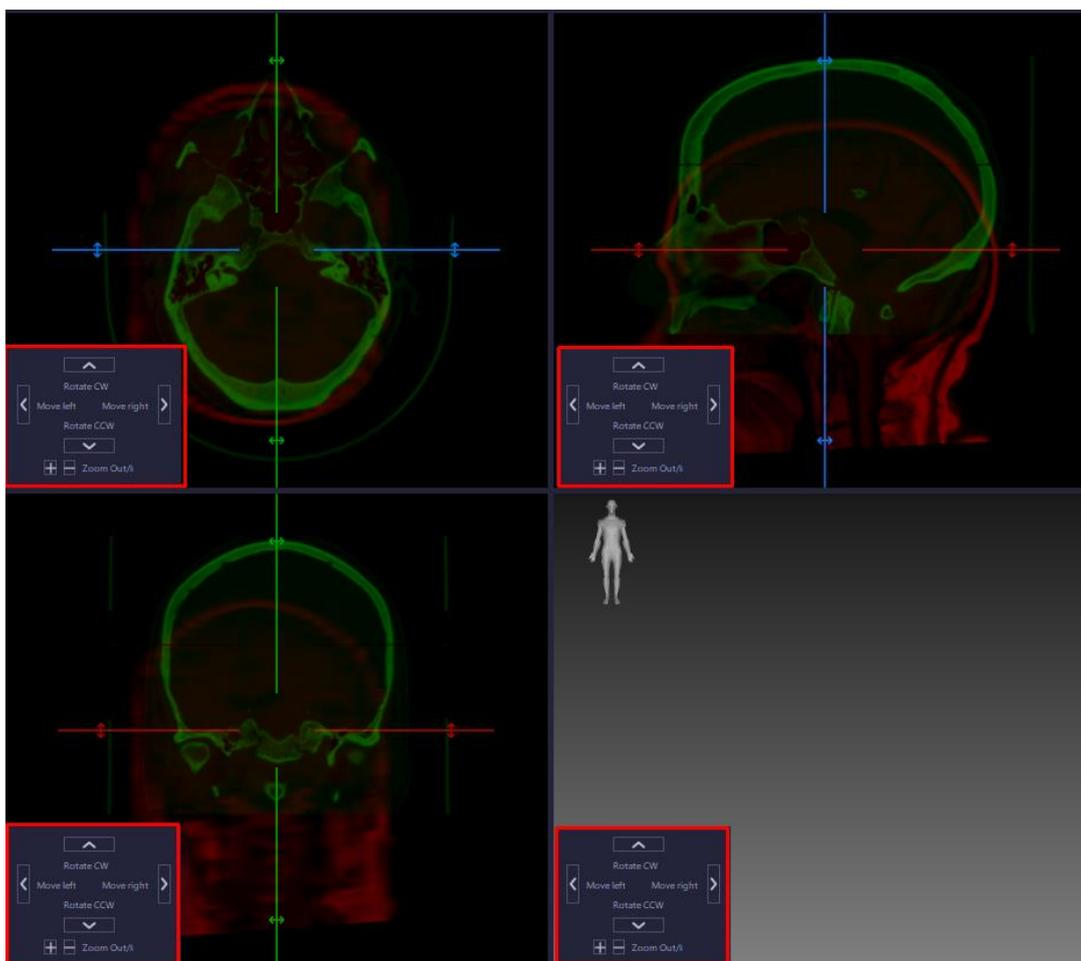

Рисунок 110 – Инструменты ручного совмещения данных
- Ручное совмещение. Позволяет выполнять совмещение данных в ручном режиме. При выборе данного режима в окнах проекций и 3D-модели открываются инструменты для ручного совмещения данных (рисунок 110):